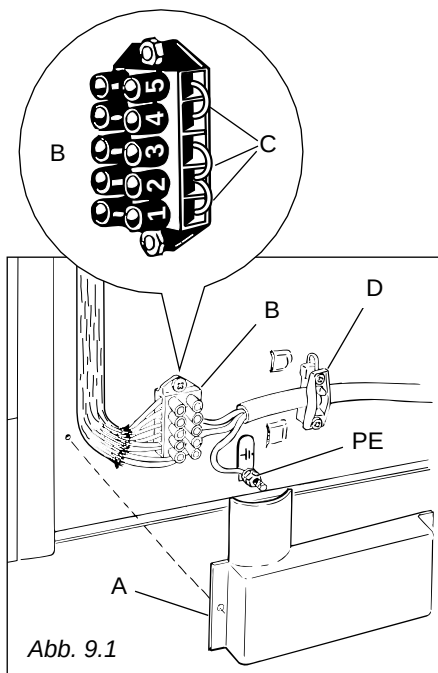
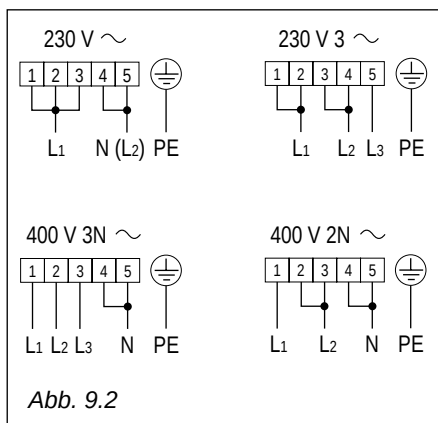

Abb. 9.1
Abb. 9.2
- Die einzelnen Phasen an das Klemmbrett „B“ nach dem Schema in Abb. 9.2 und den Schutzleiter an die Klemme „PE“ (Abb. 9.1) anschließen.